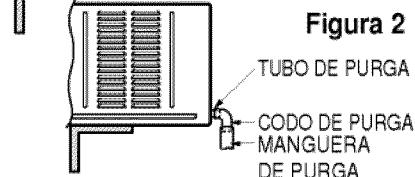

Figura 2
3. Conecte un codo de tubo de $\frac{9}{16}$ " de diámetro interior a la tubería de purga, después conecte una manguera de purga de $\frac{9}{16}$ " de diámetro interior al codo de tubo como se muestra en la Figura 2.